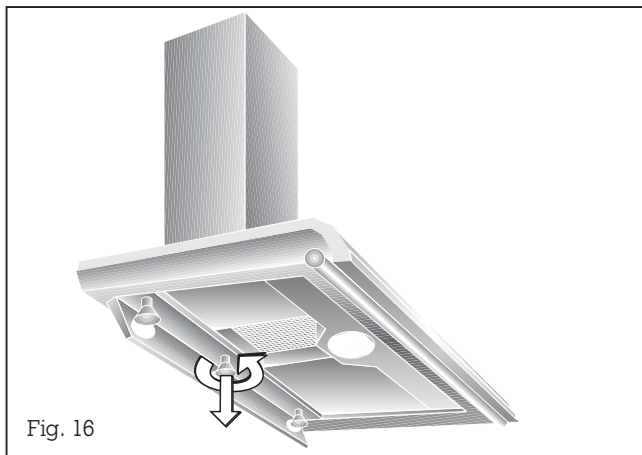

Fig. 16
- Tournez la lampe vers la gauche et sortez-la (fig. 16).